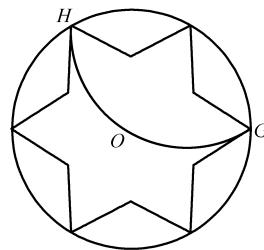

图 3-29 绘制圆弧
- 6) 在【功能区】选项板中选择【常用】选项卡，在【绘图】面板中单击圆弧的【三点】按钮，以 H、G 和圆心 O 为三点，绘制圆弧，如图 3-29 所示。